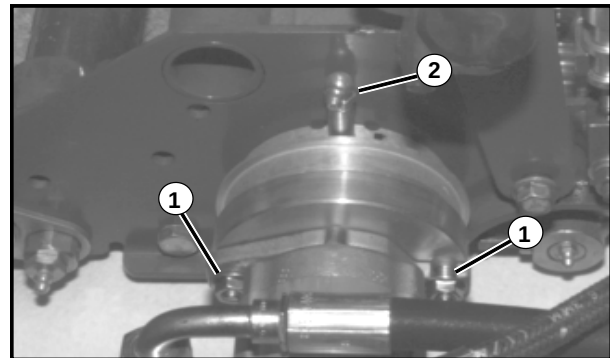

Fig. 8.3.2
5. Instale dos (2) tornillos de 5/16-18 x 1 1/2" (con arandela y arandela de bloqueo) en los orificios de montaje (ver Fig. 8.3.2).
7. Agregue lubricante con base de litio a las cajas de los cojinetes en AMBOS extremos de los enrolladores (consulte la grasera de la Fig. 8.3.2). Los cojinetes de ambos extremos han sido llenados parcialmente con lubricante en la fábrica y requieren de lubricación adicional después de haber sido armados. Utilice una pistola a presión para añadir lubricante hasta que comience a salirse por las graseras. Limpie el lubricante sobrante.